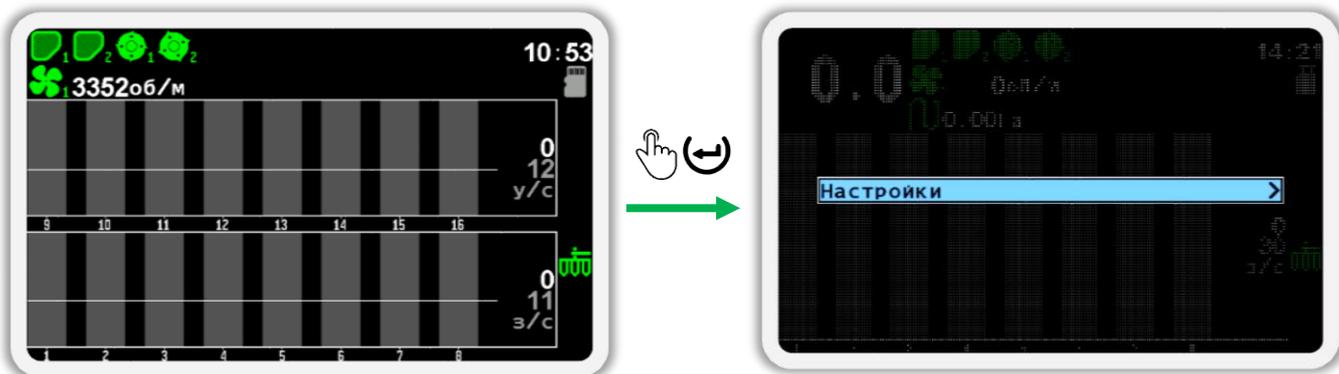

Рисунок 25
1. На главном экране нажмите кнопку  «Меню». В результате на экране будет показано меню главного экрана с единственным пунктом -  «Настройки» (см. Рисунок 25).